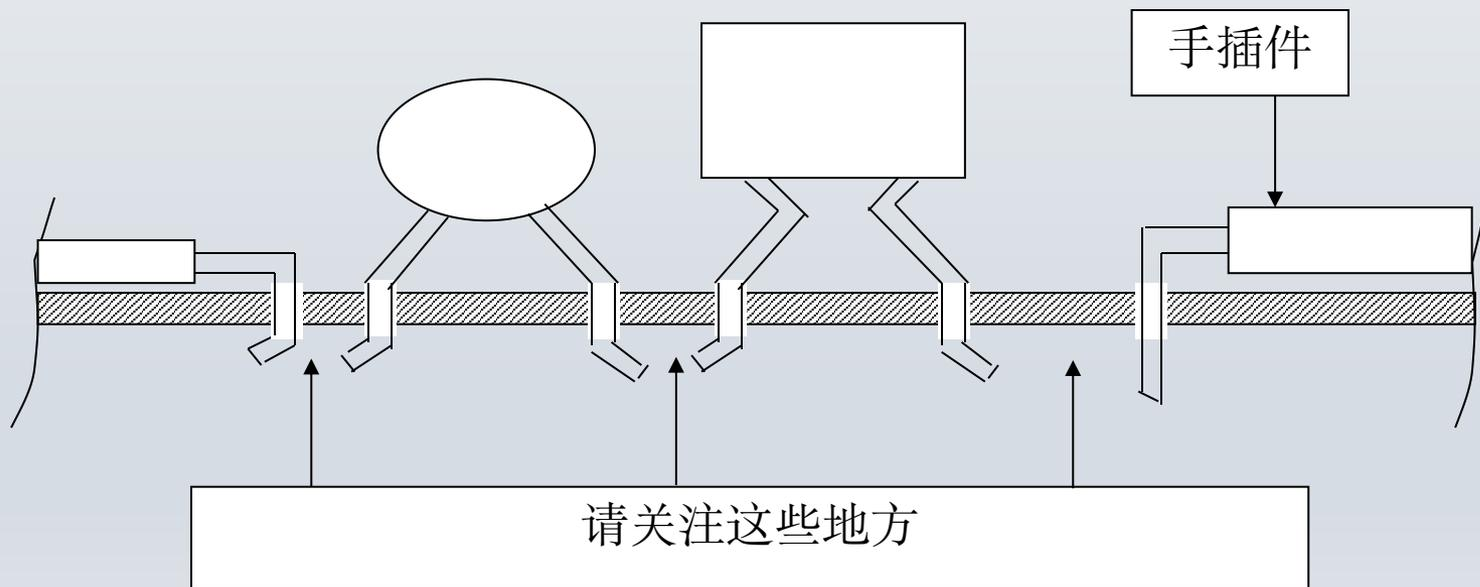

图 13
- a) 立插元件的排布应考虑已卧插的元件对立插元件的影响，还应避免立插元件引脚向外成形时可能造成的相邻元件引脚连焊（直接相碰或过波峰焊时挂锡），如图13所示。